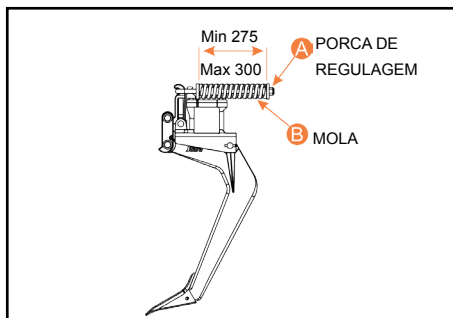

Figura 38
O escarificador Fox sai de fábrica com 29 cm de comprimento na mola (B) para condições normais de trabalho. Para aumentar a tensão nas molas, aperte-as através das porcas "A" e, para diminuir a tensão afrouxe-as. Esta regulagem é feita nos limites de 275 mm e 300 mm no comprimento de cada mola (Figura 38).